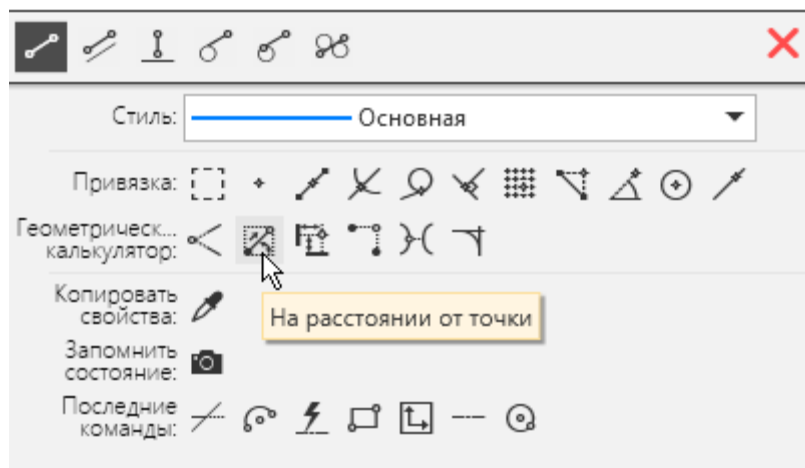

Рисунок 4
- В разделе Геометрический калькулятор нажмите кнопку На расстоянии от точки . (рисунок 4)